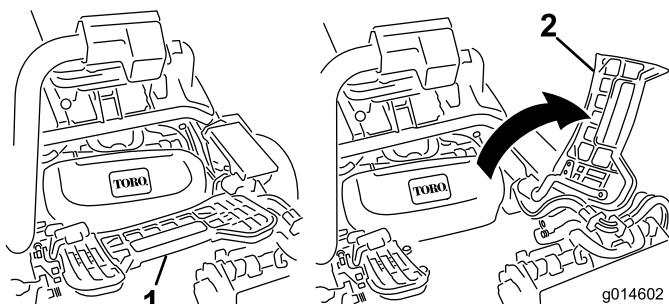

図 10
3. 中央カッティングユニットを取り付ける時は、フットレストを跳ね上げて取り付け位置へのアクセスを確保する(図 10)。